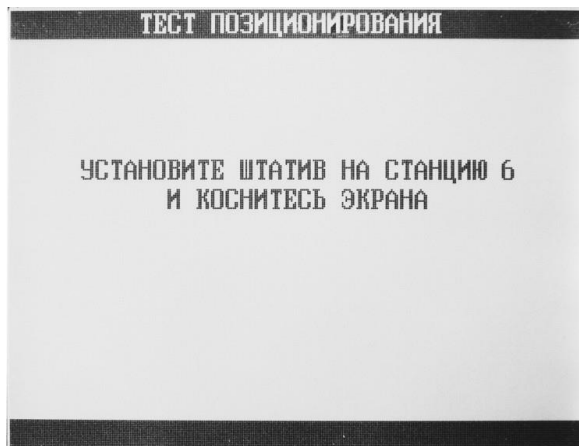

Рисунок 24. Внешний вид экрана теста позиционирования
6.3.4. После появления на экране сообщения (Рисунок 24), установите один из штативов из комплекта принадлежностей автомата на поддон в станцию № 6 и коснитесь сенсорного экрана – автомат по программе начнет перемещение штатива из станции в станцию, делая выдержку в 2 секунды в каждой станции. После выдержки штатива в станции № 1 (станция сушка) автомат вернет штатив в исходную станцию (станцию № 6). Возврат из состояния теста в раздел «КОНФИГУРАЦИЯ» осуществляется нажатием кнопки «ОТМЕНА».
6.3.5. Окончание теста индицируется мигающим зелёным светодиодом на датчике присутствия № 6. После прохождения теста снова появляется экран сообщения теста позиционирования (Рисунок 24). Тест для штатива, а также установленных в рабочей камере поддонов и ванн закончен.
6.3.8. По окончании теста позиционирования на экране снова появляется сообщение (Рисунок 24). Для выхода из программы позиционирования необходимо выключить автомат выключателем на правой панели автомата.